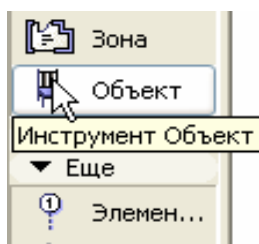

Рис. 112
1. Активизируйте инструмент **Объект** и дважды щелкните для вывода диалога **Параметры объекта по умолчанию** (рис. 112).